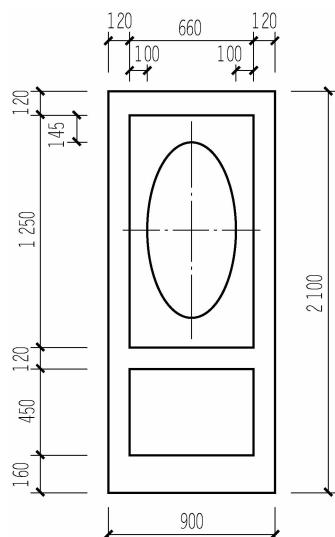
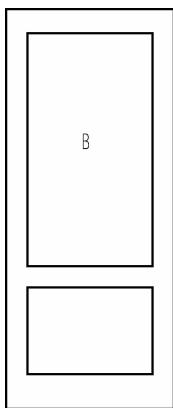
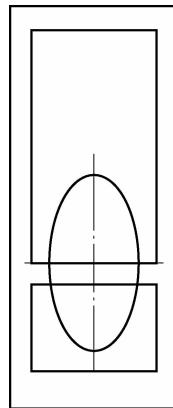

图 3-22 门立面图
图 3-26 绘制矩形
图 3-27 移动椭圆与中心线
首先添加“中心线”层，然后利用“矩形”命令绘制门框架，再利用“椭圆”命令绘制门造型，最终效果如图 3-22 所示。
(8)执行“绘图”→“矩形”命令,按照图 3-22 所示的尺寸绘制 3 个矩形,结果如图 3-26 所示。
(9) 执行“修改”→“移动”命令,命令提示窗口中的提示如下:
指定第二个点或<使用第一个点作为位移>: //捕捉图 3-26 中矩形 B 底边的中点
移动后的效果如图 3-27 所示,再重复执行“移动”命令,将移动后的椭圆与中心线再向上移动 625 mm,最终效果见图 3-22。